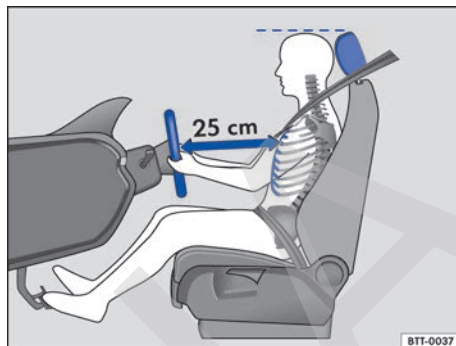
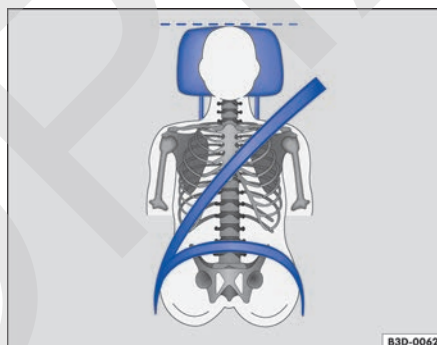

Fig. 32 La distancia correcta entre el conductor y el volante tiene que ser de 25 cm como mínimo.
Fig. 33 Posición correcta de la banda del cinturón de seguridad y ajuste correcto del apoyacabezas.
- Ajuste el asiento de modo que quede una distancia mínima 25 cm → fig. 32 entre el volante y el tórax y que el conductor pueda sujetar el volante del borde exterior con las dos manos y los brazos ligeramente doblados.
- Ajuste el asiento del conductor en sentido longitudinal de forma que el conductor pueda pisar a fondo los pedales con las piernas apenas arqueadas → fig. 32.
- Para los asientos con apoyacabezas: ajuste el apoyacabezas de manera que su borde superior se encuentre preferentemente en la misma línea de la parte superior de la cabeza → fig. 32 y → fig. 33 – pero nunca debajo de la altura de los ojos. Coloque la parte posterior de la cabeza lo más cerca posible del apoyacabezas.
- Ajuste la distancia correcta entre el conductor y el volante → fig. 32 con ayuda del mando del asiento del conductor → pág. 53.